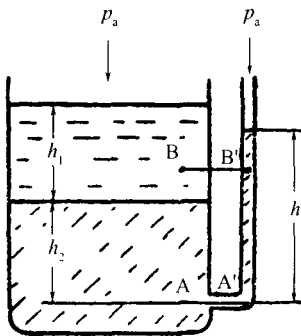
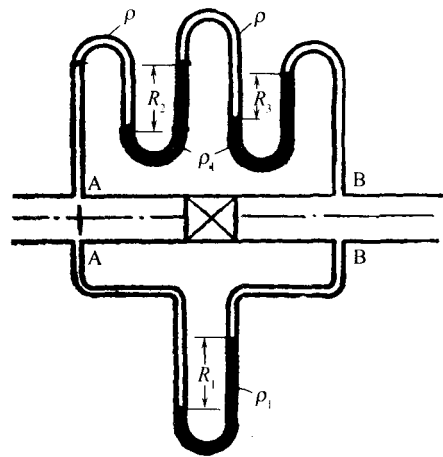

图 1-1
图 1-2
- ① $(\partial\eta/\partial T) > 0; (\partial\eta/\partial p) = 0$ ② $(\partial\eta/\partial T) < 0; (\partial\eta/\partial p) > 0$
③ $(\partial\eta/\partial T) > 0; (\partial\eta/\partial p) < 0$ ④ $(\partial\eta/\partial T) < 0; (\partial\eta/\partial p) = 0$
- ① 气体、水、溶剂、甘油 ② 蛋黄浆、油漆
③ 纸浆、牙膏、肥皂 ④ 面粉团、凝固汽油和沥青等
- ① 重力场中静止流体
② 重力场中不可压缩静止流体
③ 重力场中不可压缩连续静止流体
④ 重力场中不可压缩静止、连通着的同一连续流体
22. 如图 1-1 所示的开口容器内盛有油高度为 h_1 和水高度为 h_2 及 h ，则 B 与 B' 点之间压强大小之间的关系为_____ (B 与 B' 点处于同一水平面)。
- ① $p_B > p'_{B'}$ ② $p_B < p'_{B'}$ ③ $p_B = p'_{B'}$ ④ 无法比较
- ① 减少被测流体与指示液之间的密度差
② 采用倾斜式微压计(将细管倾斜放置的单杯压强计)
③ 双液杯式微压计
④ 加大被测流体与指示液之间的密度差
24. 如图 1-2 所示，A、B 两断面分别位于直管段内，并在两断面装上 U 形管和复式 U 形管压强计。两压强计内指示液相同，复式 U 形管压强计的中间流体和管内流体相同。则读数 R_1 、 R_2 、 R_3 之间关系为_____。
- ① $R_1 = R_2 + R_3$ ② $R_3 = R_1 + R_2$
③ $R_2 = R_1 + R_3$ ④ R_1 、 R_2 、 R_3 间无定量关系存在